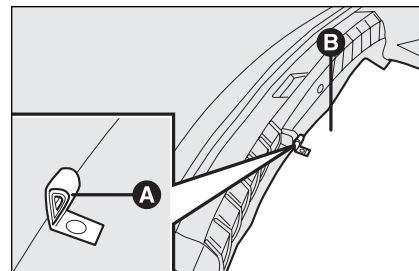
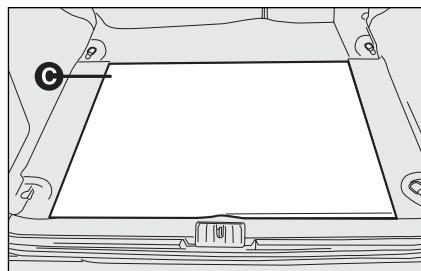
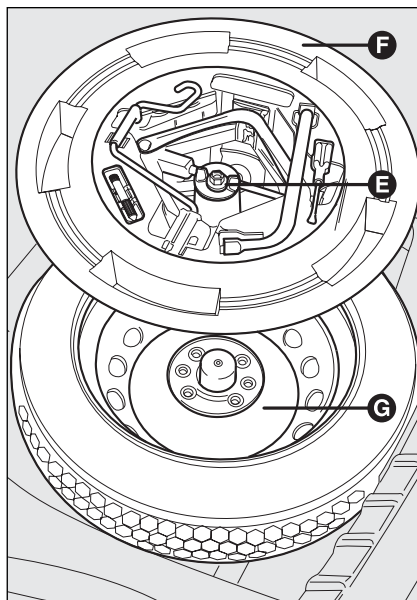
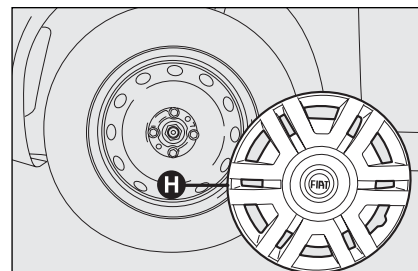

fig. 2
fig. 3
fig. 4
fig. 5
- ☐ pare el coche en una posición que no sea un peligro para el tráfico y que le permita cambiar la rueda en condiciones de seguridad. Si es posible, el terreno debe ser llano y suficientemente compacto; apague el motor y accione el freno de mano; acople la primera marcha o la marcha atrás; mediante la manilla **A-fig. 2** quite el revestimiento rígido **B** (versiones berlina) o **C-fig. 3** (versiones Multi Wagon); afloje el dispositivo de bloqueo **E-fig. 4**;
- retire la caja de herramientas **F**-fig. 4 y póngala cerca de la rueda que va a sustituir; retire la rueda de repuesto (más pequeña que una ruda normal) **G**; retire el embellecedor de la rueda **H**-fig. 5 (versiones con llantas de acero), o retire el embellecedor de la rueda (versiones con llantas de aleación);